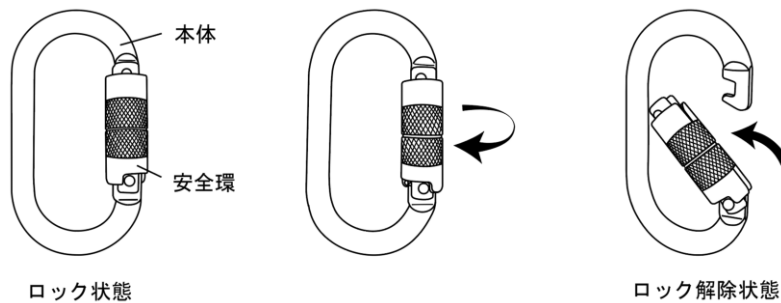

図1
- 安全環を矢印方向に回した状態で、内側に安全環を倒してカラビナを開口し、D環に接続してください（図1参照）。